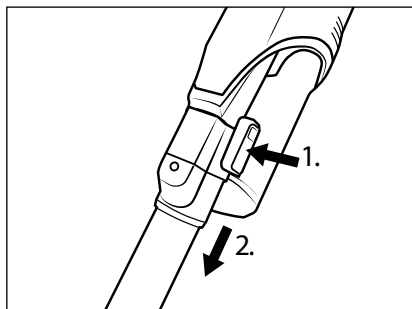

Bild 11
- ♦ För att ta av dammsugarröret **24** håller du upplåsningsknappen för dammsugarröret **25** intryckt samtidigt som du drar loss dammsugarröret **24** från dammsugarens insugsöppning (se bild 11).